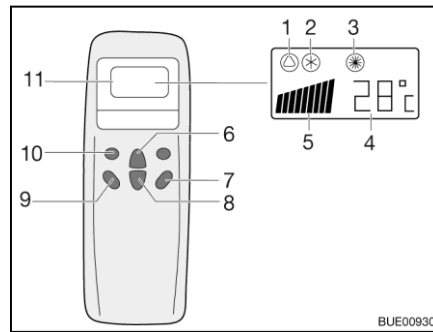
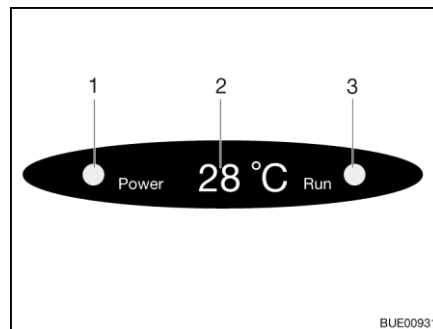

Fig. 249 Mando a distancia
Fig. 250 Indicación en el difusor
- Pulsar la tecla "ON/OFF" (Fig. 249,7).
- Pulsar la tecla "Mode" (Fig. 249,10) las veces que sean necesarias hasta que se visualice el modo de funcionamiento deseado (Fig. 249,1, 2 ó 3) en el display. La luz de control correspondiente en la indicación del difusor (Fig. 250,3) estará encendida.
- Ajustar la temperatura deseada con las teclas Aumentar temperatura (Fig. 249,6) o Reducir temperatura (Fig. 249,8).
- Seleccionar la etapa deseada del ventilador con la tecla Velocidad del ventilador (Fig. 249,9).